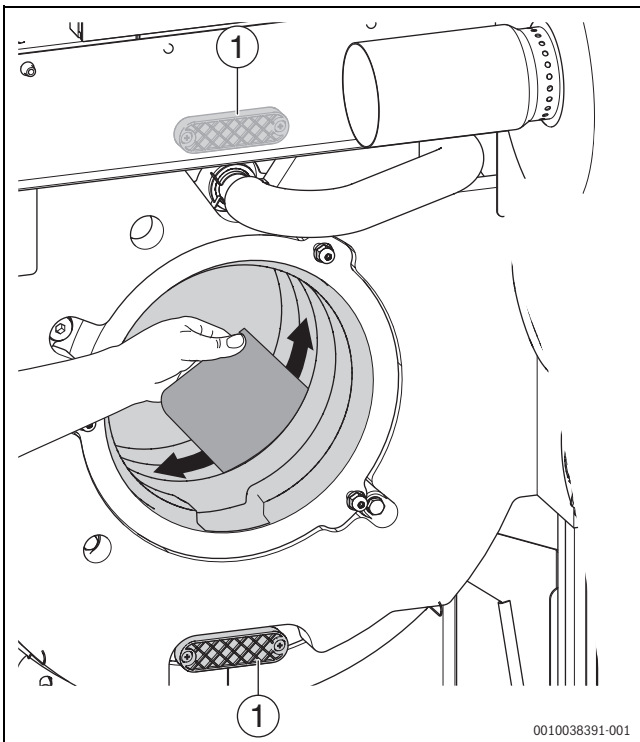

Bild 11 Heizgasspalte mit Reinigungsspachtel reinigen
- ▶ Befestigungsschrauben der beiden Reinigungsdeckel (→Bild 11, [1]) entfernen.
- ▶ Heizgasspalte mit Reinigungsspachtel reinigen (→ Bild 11). Hinweise zur Reinigung beachten!